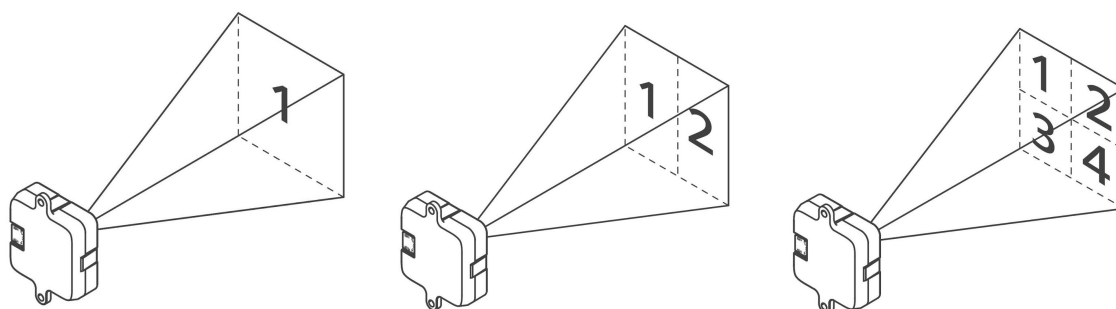

Figure 15 - Mode 1px (à gauche), Mode 2px (au centre), Mode 4px (à droite)
Utilisé dans ce mode d'acquisition, le TeraRanger Evo Mini retourne **deux mesures de distance** en millimètres, calculée sur un champ de vision de 20° (dans la diagonale). La figure 15 montre la disposition des pixels et dans quel ordre les mesures sont renvoyées.
Utilisé dans ce mode d'acquisition, le TeraRanger Evo Mini retourne **quatre mesures de distance** en millimètres. Chaque mesure (pixel) est calculée sur un champ de vision de 13.5°, ce qui représente une surface de 24 cm x 24 cm à 1 m. La figure 15 montre la disposition des pixels et dans quel ordre les mesures sont renvoyées.
*La disposition des pixels sur la Figure 15 montre à la fois la position de chaque pixel dans l'espace, et l'ordre dans lequel les mesures sont affichées (Pixel 1 = 1ère mesure affichée, Pixel 2 = deuxième mesure affichée,...)*